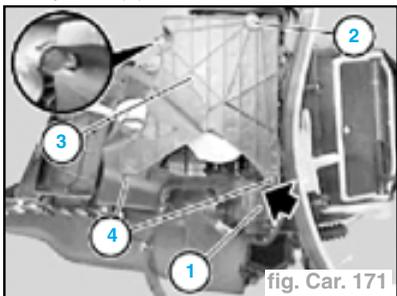

fig. Car. 171
- Déclipser la tringle (3) sur le servomoteur.
- Déverrouiller l'actionneur (1), le retirer et débrancher le connecteur (fig. Car. 171).
- Déposer la vis (2).
- Déverrouiller la plaque (3) (voir agrandissement) et la retirer.